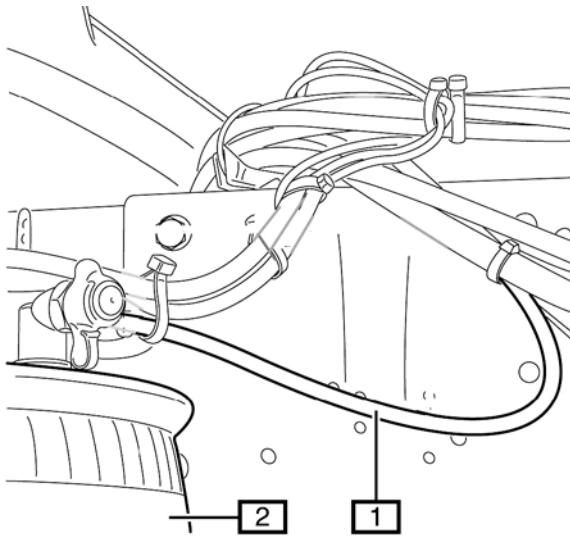

Fig. 3:
- **Fig. 3** Den Luftfederkreislauf ganz entlüften.
- Das Luftrohr (1) zum Luftfederbalg (2) im Bereich der Trennstellen reinigen.
- **Fig. 3** Completely bleed the air-spring circuit.
- Clean the pipe (1) to the air bellows (2) in the area where you will cut it.
- **Fig. 3** Purger complètement le circuit de suspension pneumatique.
- Nettoyer le tuyau d'aérage (1) vers le soufflet de suspension pneumatique (2) à hauteur de la zone de séparation.
- **Fig. 3** Purgar completamente el circuito de la amortiguación neumática.
- Limpie el tubo de aire (1) del fuelle del resorte neumático (2) en los puntos en que se vaya a cortar.